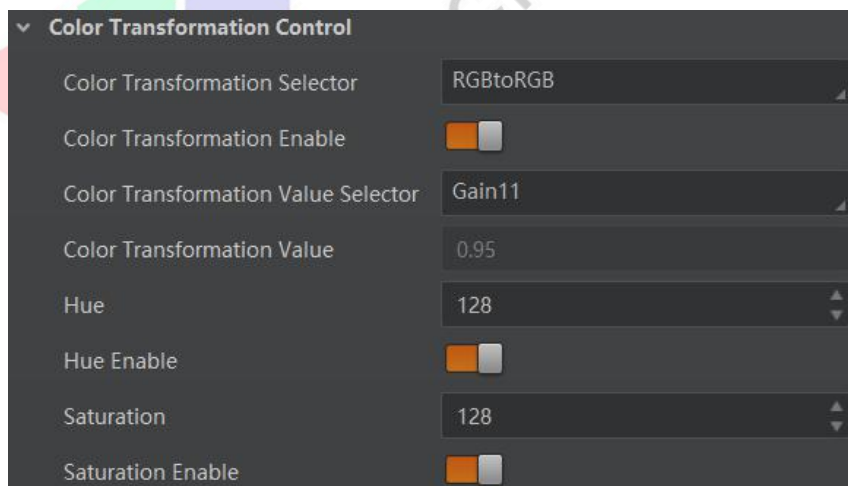

图7-44 设置方法二
- 开启 *Color Transformation Enable* 参数时，通过色调和饱和度参数控制 *Transformation Value* 参数值，如图 7-44 所示。